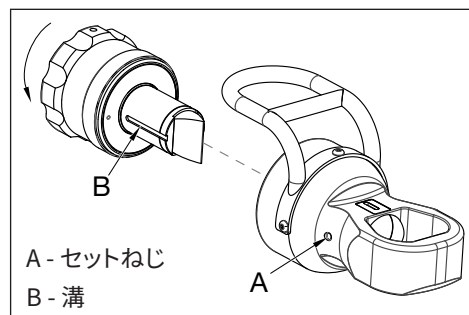

図2: シリンダーとカuttingヘッドの組み立て
2. カuttingヘッド本体にあるセットねじ (図2、項目A) を緩めます。
3. ブレードキャリアの軸方向のスロット (図2、項目B) をカuttingヘッドの穴のセットねじ (図2、項目A) に合わせながら、シリンダーをヘッドに挿入します。位置を合わせたら、シリンダーを図に示す方向に回転させ、ねじ溝が噛み合うようにします。
3. 締め付けられている場合は、カッティングヘッドバレルにあるセットねじを緩めます。図2の項目Aを参照してください。
3. 締め付けられている場合は、カッティングヘッドのバレル部分にあるセットねじを緩めます。図2の項目Aを参照してください。